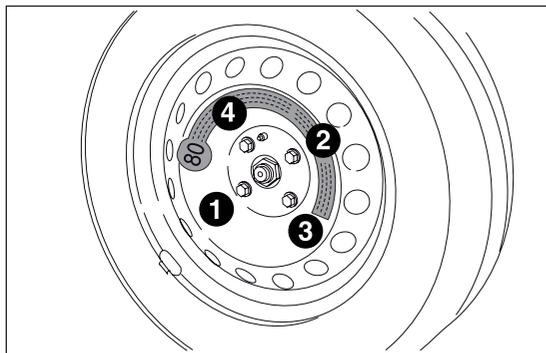

fig. 113
- en se servant de la clé A, visser à fond les boulons, en passant alternativement d'un boulon à celui diamétralement opposé, en suivant l'ordre numérique illustré en fig. 113 ;